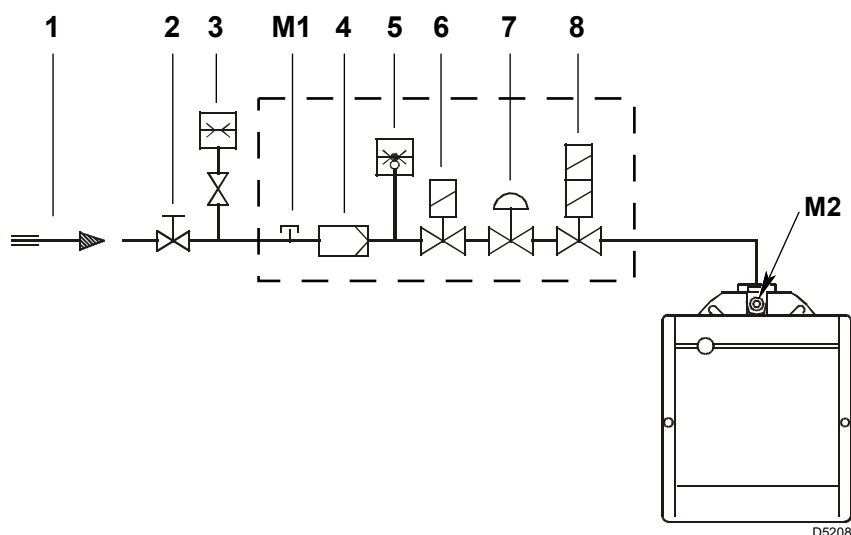

Рис. 16
Обозначения (Рис. 16)
Давление газа, измеренное на штуцере M2)(Рис. 16 на стр. 19), с:
- отнимите от давления газа на штуцере M2(Рис. 16 на стр. 19) давление в камере сгорания.
Давление газа на штуцере M2) (Рис. 16) = 10 мбар
Чтобы узнать давление газа, необходимое на штуцере M2)(Рис. 16 на стр. 19) в условиях максимальной мощности модуляции, при которой должна работать горелка, выполните следующее:
- Посмотрите справа в столбце 1 давление на штуцере M2) (Рис. 16 на стр. 19).